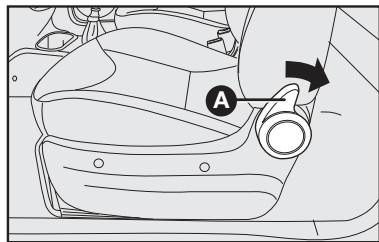

fig. 12
ACESSO AO BANCO TRASEIRO PELO LADO DO MOTORISTA (VERSÕES CABINE DUPLA) – fig. 12
- gire a manopla **A**–fig. 12 no sentido do banco traseiro, o encosto destravar-se-á, sendo projetado para frente.
- o banco retornará à posição longitudinal regulada anteriormente, porém o ângulo do encosto deverá ser reajustado através da manopla **A**–fig. 12 de rebatimento do encosto.